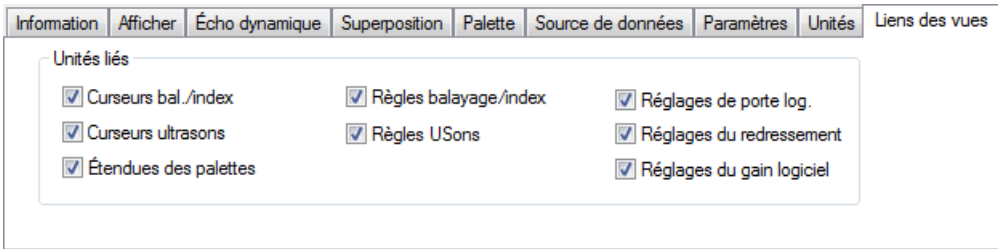

Figure 10-7 Onglet Liens des vues de la barre de dialogue Propriétés de la vue
3. Sélectionnez l'onglet **Liens des vues** dans la barre de dialogue **Propriétés de la vue** (voir la Figure 10-7 à la page 470), et puis cochez la case des éléments que vous souhaitez lier pour cette vue.